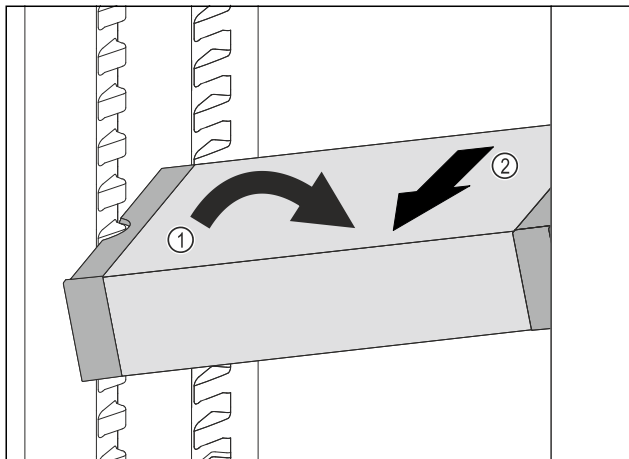

Fig. 108
- ▶ Poziționați oblic VarioSafe în frigider. Fig. 108 (1)
- ▶ Extrageți VarioSafe spre înainte. Fig. 108 (2)